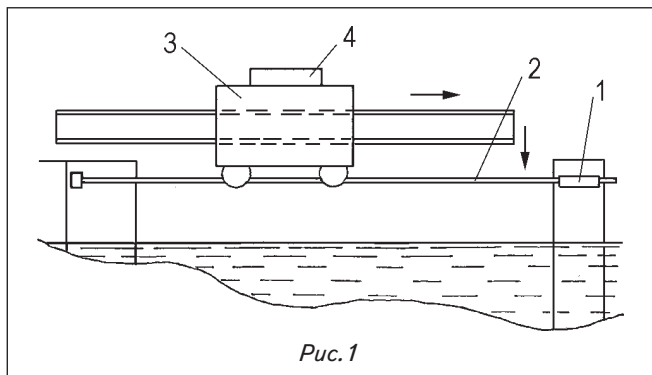

Рис. 1
Так же как и штепсельное соединение (**пат. 2343608**), которое к тому же предохраняет шнур от повреждения при случайном рывке и может предотвратить падение человека, зацепившегося за него, со всеми вытекающими последствиями. Вилка 1 со шнуром 2 находится в розетке 3 (рис. 1). Но шнур, в отличие от обычных штепсельных соединений, проходит через вилку держателя 4 рычага 5. Этот держатель лучше всего выполнять в виде ползуна, тогда легко можно регулировать допустимое натяжение шнура. Кто-то зацепился за шнур, слишком сильно его натянул. Тогда на рычаг 5 действует сила, превышающая допустимую, и он приводит
ме того, эти мачты невозможно использовать при сооружении очень больших пролетов. Житников разработал струнное устройство (пат. 2358059), не только исключающее все эти недостатки, но и перекрывающее всю длину моста любых размеров и позволяющее вести сборку даже огромных пролетов без применения тяжелых подъемно-транспортных машин, например могучих шлюзовых кранов. По бокам одной из береговых опор моста установлена пара направляющих труб 1 (рис. 1), сквозь которые про-
3. Загрузка топлива происходит с помощью телескопической топливной кассеты, установленной в камере сгорания (рис.1). В нижнем открытом участке кассеты дрова горят как обычно, без затей. При этом нагреваются не только котелки с едой, но и сама кассета. В ней без доступа воздуха (верхний торец заглушен) происходит пиролиз топлива, и горячий газ добавляет жару в камеру сгорания. Наклон кассеты обеспечивает опускание топлива на колосниковую решетку по мере сгорания. Величину пламени, а значит и мощность ра-